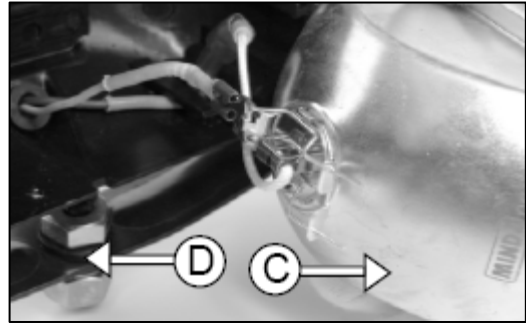

Fig. 147
3. Quite la luz (C) de la caja (D) (Fig. 147).